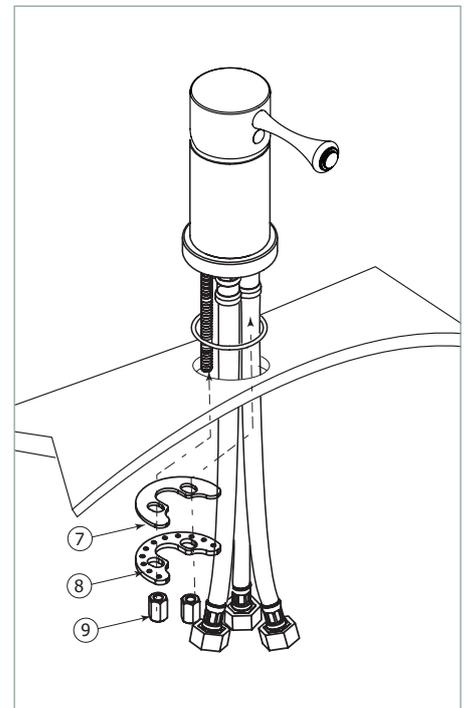

Fig.4
-Insert the threaded rod and flexible hoses through the deckmount hole and secure the mixer with supplied tie-down kit (7, 8 & 9). Fig.4.
- Insérer la tige fileté et les flexibles dans le trou de la surface et fixer le mitigeur à l'aide des pièces d'assemblage fournies (7, 8 & 9) Fig.4.